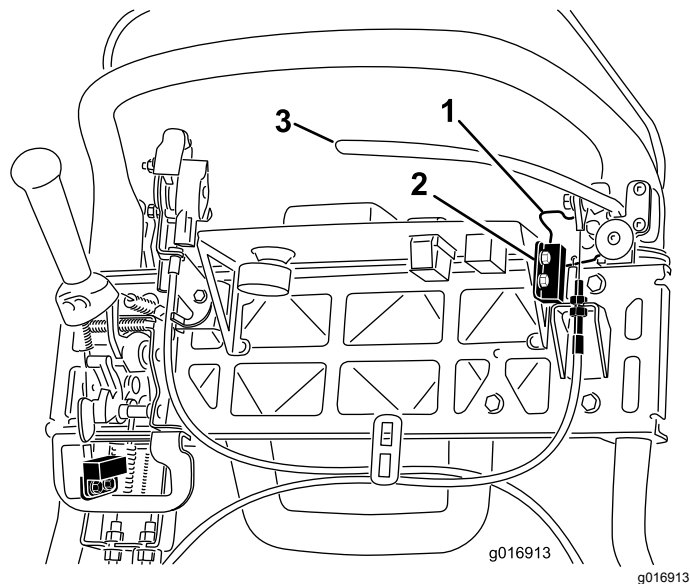

図 45
4. インタロックスイッチを固定しているねじをゆるめて外す 図 45。
5. 駐車ブレーキのラッチとインタロックスイッチとの間に厚さ 1.6 mm のシムをはさむ 図 45。
4. ケーブルの張りを強くするには、上側ケーブルのジャムナットをゆるめて、下側ケーブルのジャムナット図 45を締め、156 N15.8 kgの力で駐車ブレーキのラッチが解除されるように調整する